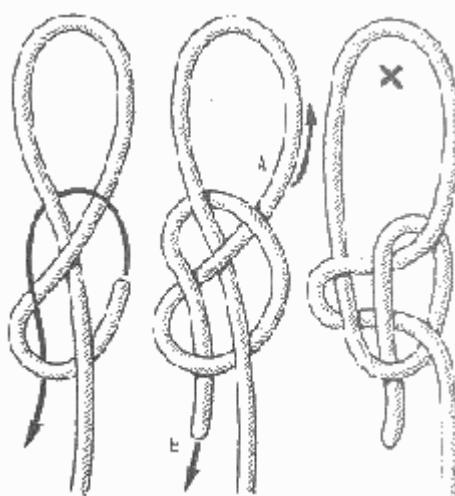

Рис. 117. Крабья петли
**Крабья петля, или затягивающийся огон** (рис. 117). Особенность этого узла состоит в том, что он может работать в двух качествах: затягивающаяся петля или незатягивающаяся петля. Если концы крабьего узла в точках, отмеченных буквами *A* и *B*, резко и сильно потянуть в разные стороны, указанные стрелками, узел перестает быть затягивающимся. Принимая форму, показанную на третьем справа положении на рисунке, узел больше не затягивается, его петля становится постоянной.